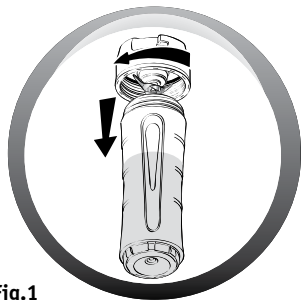
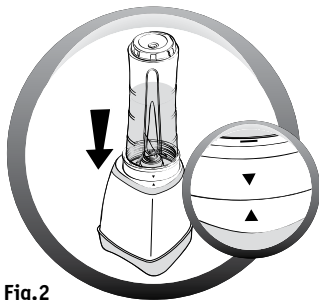

Fig.1
Fig.2
- Enrosque la unidad de las cuchillas con la junta (**B1+B2**) de forma segura en el extremo abierto de la botella de la batidora (**B3**), fig.1. A continuación, coloque la botella con la unidad de las cuchillas sobre la unidad del motor, alineando la flecha del exterior de la unidad de las cuchillas con la flecha del borde de la unidad del motor, fig.2.